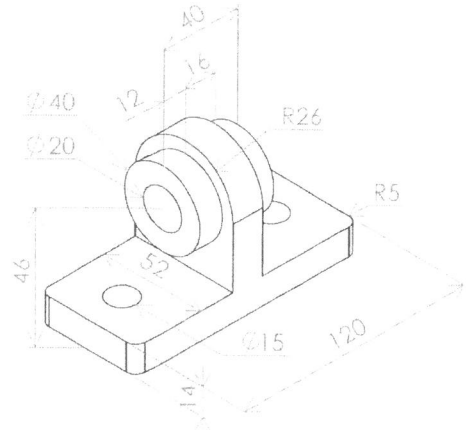

図2
8. 図2の立体図の部品の体積と質量を計算せよ。ただし、図中の単位は mm, 材料は密度 $7.2 \times 10^{-6} \text{ kg/mm}^3$ の鋳鉄とし、体積と質量の単位は mm^3 と g とすること。解答は有効数字3桁とする。